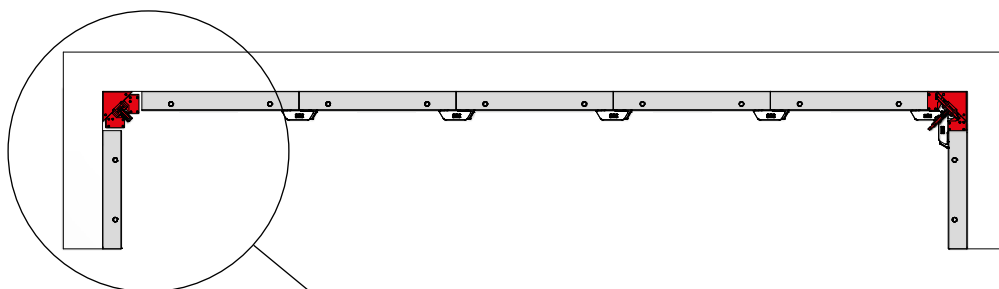

Fig. 57.2
2. Activer l'angle intérieur décoffrant M (Fig. 57.2 et pages XT-54 à XT-56).